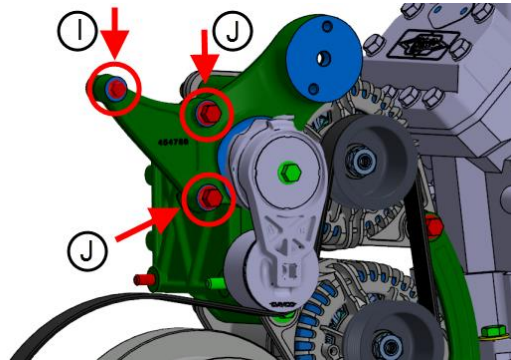

FIGURE 23
29. Réinstaller sans serrage le support du tendeur de courroie avec les boulons I et J (FIGURE 23).